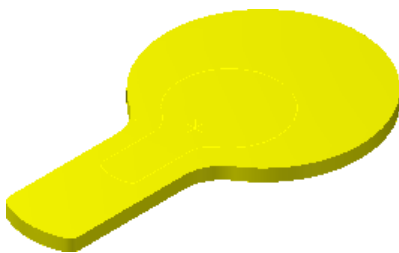

图 6-54 图形着色
- 05 在“着色”工具栏中单击“图形着色”按钮, 结果如图 6-54 所示。